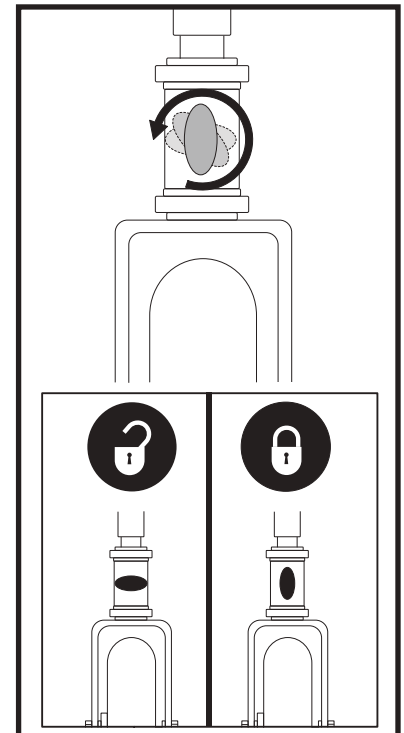

Abb.26. Lenkersicherungshebel (Für modell 104)
1. Schlüssel aus dem Schlüsselschalter entfernen. *Für modell 104*, Justieren Sie den Lenker in eine gerade Position, indem Sie den Lenkersicherungshebel eindrücken und gleichzeitig 90° im Uhrzeigersinn drehen. **Siehe Abb. 26.** Das Vorderrad muß nach vorne gerichtet sein, um den Lenker festzustellen.